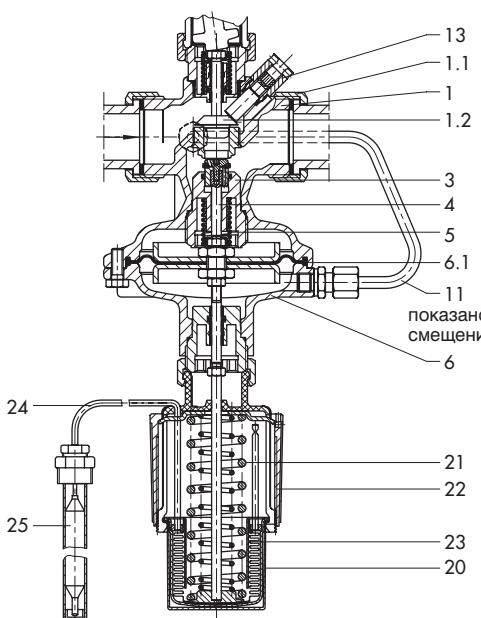

Рис. 6 · Тип 2489/5825, Py 25
**Регулятор объёмного расхода тип 2489/582.** (рис. 6) с электрическим приводом тип 5824 или тип 5825 и дополнительным термостатом регулирования температуры тип 2430 K.